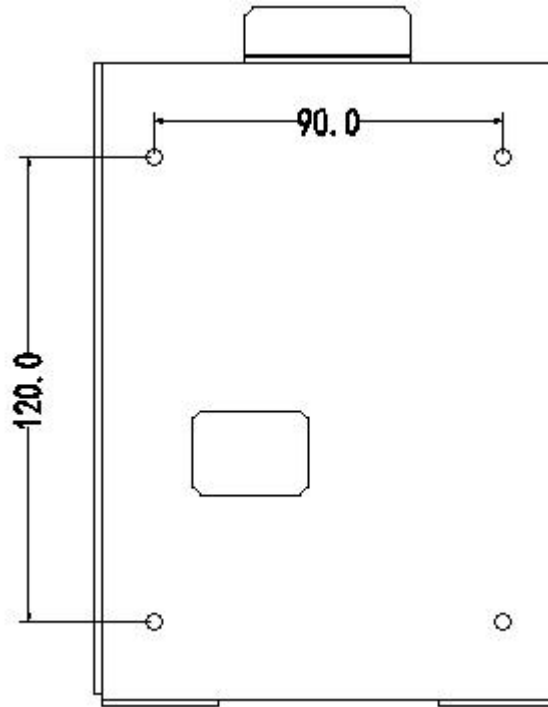

图 1-1
1. 在距离地面约 1.5 米左右位置，按如图 1-1 所示尺寸用记号笔做好孔标记；